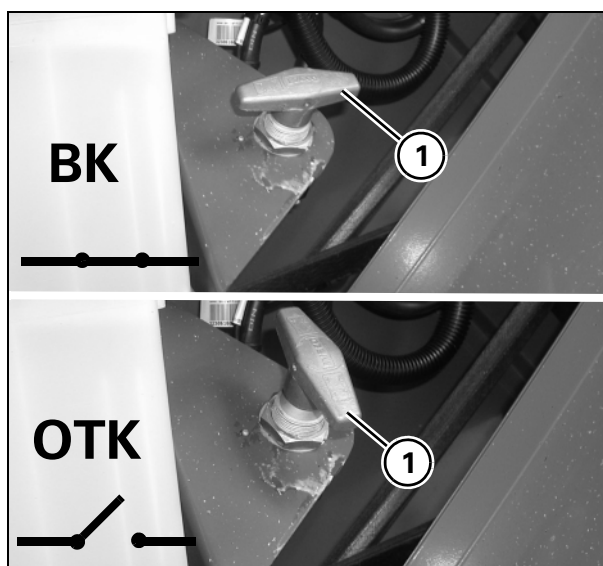
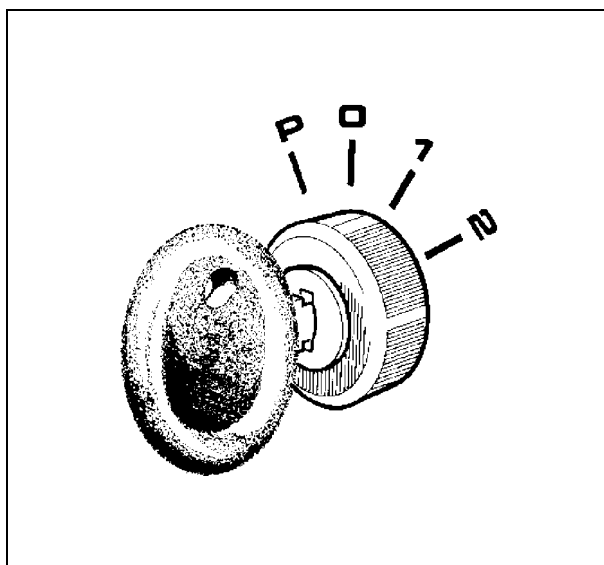

Рис. 86
Рис. 87
Рис. 86 и Рис. 87
- 5.) Отпустить ключ зажигания (5).
- 6.) Установить выключатель аккумуляторной батареи в вертикальное положение (положение **ВЫКЛ.** - Рис. 86).